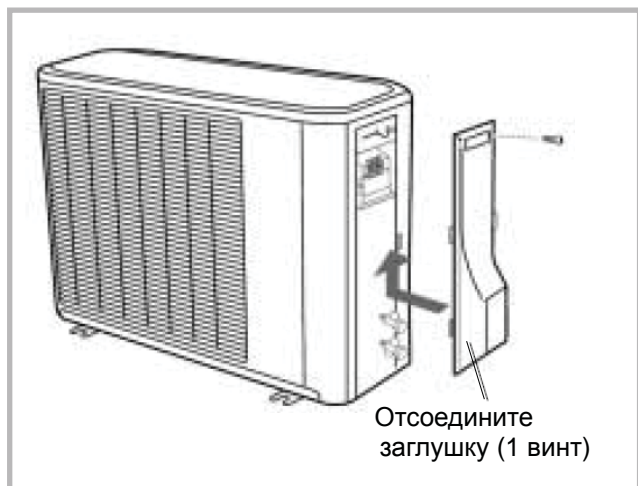

Рис. 32 - доступ к клеммной колодке наружного блока (модели 050, 065, 080)
-отсоедините заглушку (рис. 32).